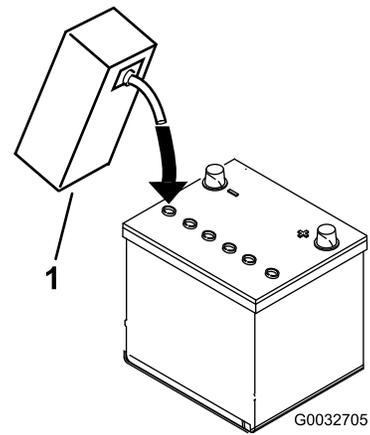

Figure 4
4. Attendez environ 20 à 30 minutes pour donner le temps aux plaques de s'imprégner d'électrolyte. Faites l'appoint au besoin pour faire monter le niveau de liquide à environ 6 mm en dessous du creux de remplissage (Figure 4).